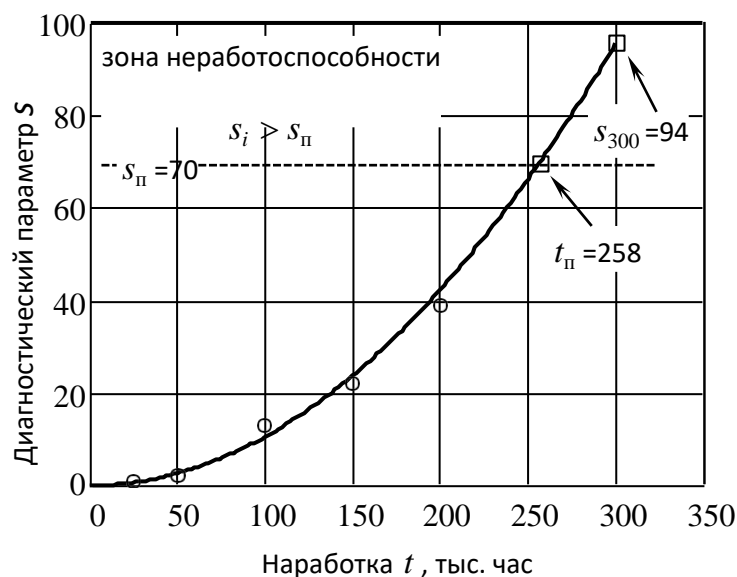

Рис. 3. Изменение диагностического параметра от наработки
10. Проверяем достоверность модели (3) для 2-3 значений t . Относительная погрешность рассчитанных и табличных значений не должна превышать $\pm 5,0-10,0\%$.
11. Строим график изменения диагностического параметра по модели (3) до $t = 300$ тыс. час (рис. 3) и сравниваем полученную величину диагностического параметра с его предельным значением $s_{\Pi} = 70$.
Как показывает анализ графика на рис. 3 диагностический параметр достигнет предельного значения после 258 тыс. час эксплуатации и автомобиль попадет в зону неработоспособности. Сохранение работоспособности автомобиля по заданному диагностическому параметру при наработке до 300 тыс. не возможна.